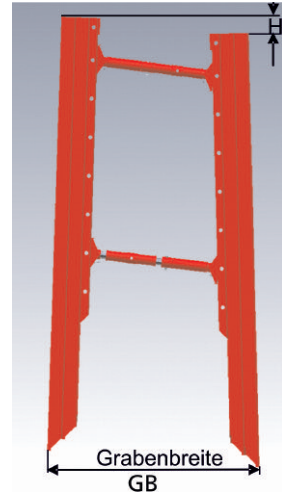

Bild 2
- Entsprechende Anzahl von Streben (6) in die Federpilze einsetzen, Steckbolzen (8) $d = 20 \text{ mm}$, $L = 140 \text{ mm}$ einführen und mit Federsteckern (9) sichern. Bei Bedarf, d. h. entsprechend der Grabenbreite kann je Strebeneinheit eine Verbreiterung (7) verwendet werden. Diese werden auf die Streben aufgesetzt, mit Steckbolzen (8) $d = 20 \text{ mm}$, $L = 140 \text{ mm}$ befestigt und mit Federsteckern (4) gesichert.
- Mit Strebenschlüssel an den Streben den unteren Abstand der Gleitschienen um 4 - 5 cm vergrößern (Bild 2).
Die Gleitschienenpaare und Platten (10, 11) sind vor dem Einbringen mit dem Bagger durch Aufsetzen der Druckhauben (12) und der Druckschienen (13) vor Beschädigung zu schützen. Das Eindrücken der Verbaueinheit ist im Pfostenbereich durchzuführen. Der max. Weg je Eindrückvorgang ergibt sich aus dem Bild 2. Bei einer Grabenbreite von 300 cm ergibt sich beispielsweise ein Weg von 30 cm. Bei einem Weg größer als in Bild 2 angegeben, können Bauteile der Verbaueinheit beschädigt werden.
- b) Platten und Gleitschiene paare um den aufgefüllten Bereich herausziehen. Dabei muss mit den inneren Platten begonnen werden. Die Höhe des jeweiligen Auszuges richtet sich nach Bild 2.